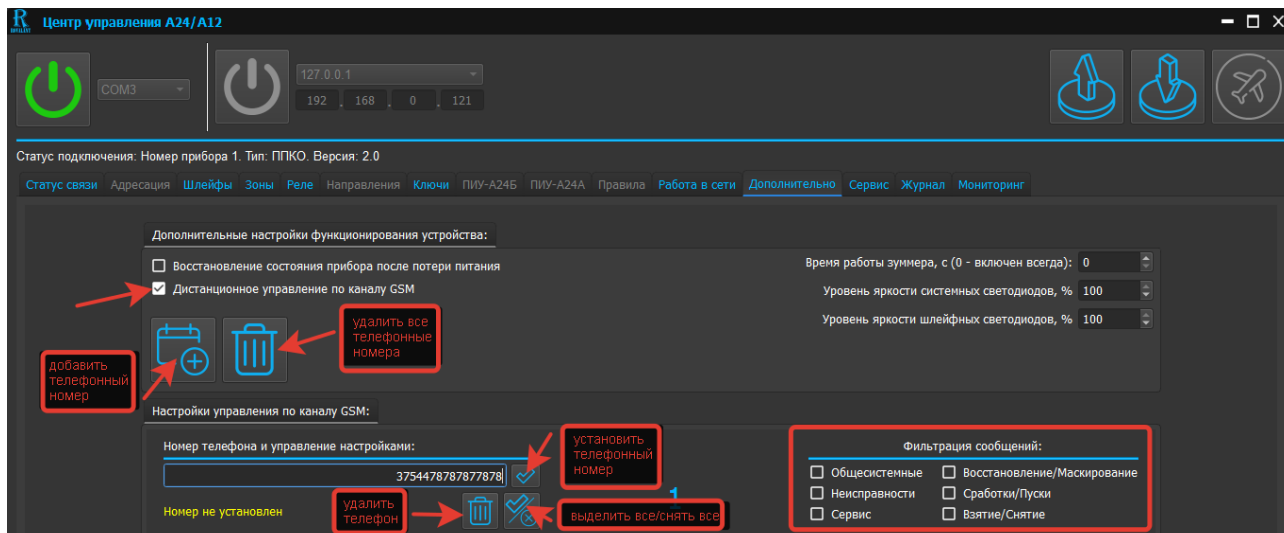

Рис. 60. Скриншот окна редактирования настроек «Дистанционное управление по каналу GSM»
6.7.2 Настройка «Дистанционное управление по каналу GSM» (см. рисунок 60)
6.7.3 Настройка «Время работы зуммера, с» (см. рисунок 60)